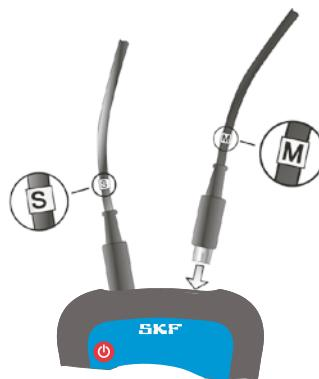

Abb. 9. Anschluss der Messeinheiten
- b) Schließen Sie die Messeinheiten an die Bedien- und Anzeigeeinheit an. Achten Sie darauf, dass die Markierung der Kabel mit der Markierung der Anschlussstelle an der Bedien- und Anzeigeeinheit übereinstimmt (Abb. 9).